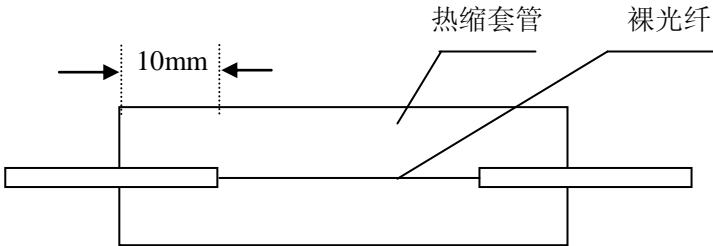

图 7-8 热缩套管使用示意
- b) 先将热缩套管移至裸光纤部位，然后把它们一起放入加热器的加热槽中，注意位置要正确，如图 7-8 所示。